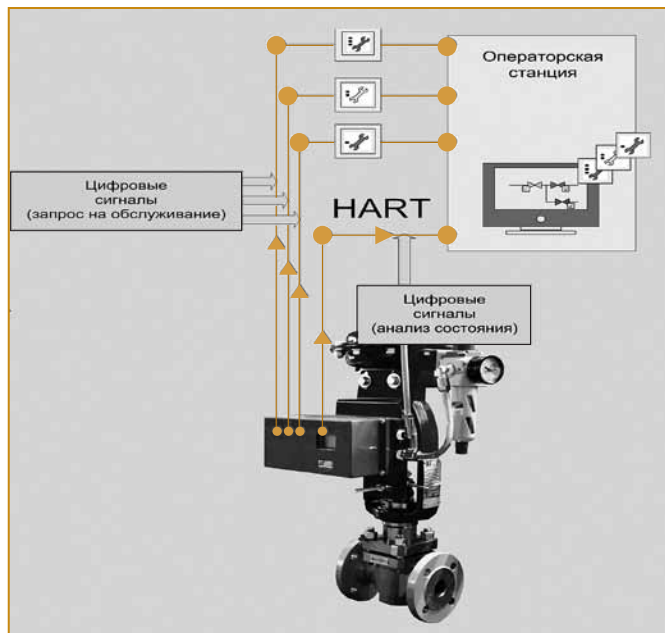

Рис. 3. Решение, обеспечивающее доступ к диагностическим функциям посредством HART-протокола
- *Расширенная диагностика* реализуется с помощью программного пакета Simatic PDM v9.0, установленного на мобильный компьютер, и HART-модема для осуществления связи между компьютером и позиционером с HART-протокола (рис. 3). В этом случае всю информацию можно получать на мобильном компьютере, не имеющем связи с основной технологической системой автоматизации (не влияет на управление ТП).